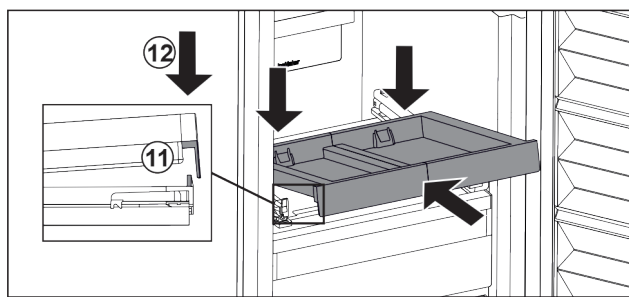

Fig. 22
- ▶ Inserire in modo inclinato. Assicuratevi che l'arresto sia dietro la linguetta su entrambi i lati. Fig. 22 (11)
- ▶ Abbassare il ripiano estraibile nella parte anteriore. Fig. 22 (12)